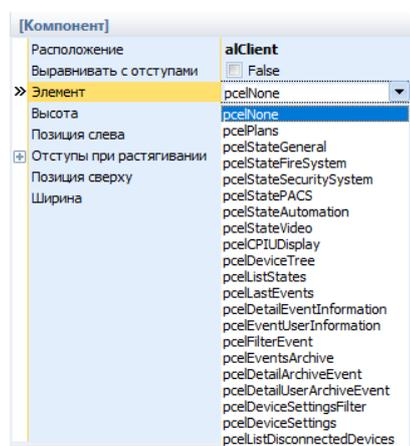

Рисунок 3.32 – Свойства компонента, выбран элемент Общее состояние
– «Компонент» – компонент пользовательского интерфейса, может быть одним из перечисленных элементов. Выбрать элемент можно из раскрывающегося списка в поле инспектора объектов (рисунок 3.32). Остальные свойства указываются аналогично другим компонентам.